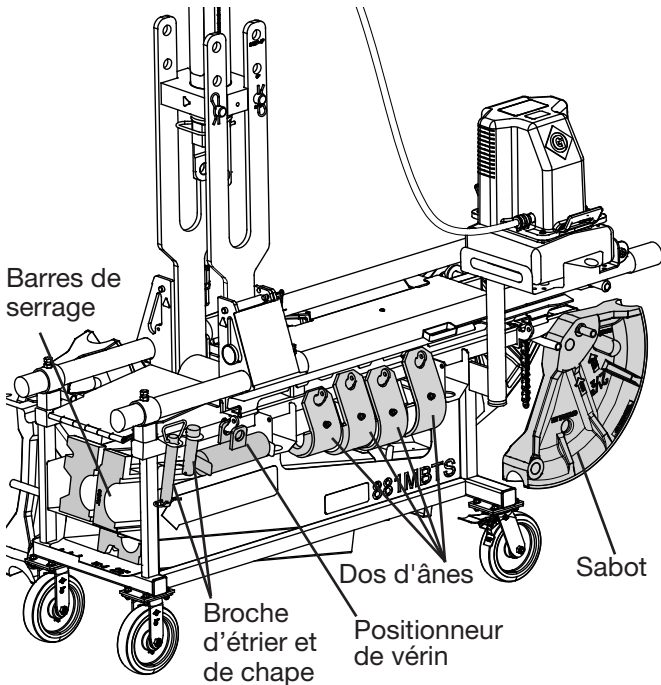

Figure 7
13. Charger tous les accessoires (Fig. 7 et 8).